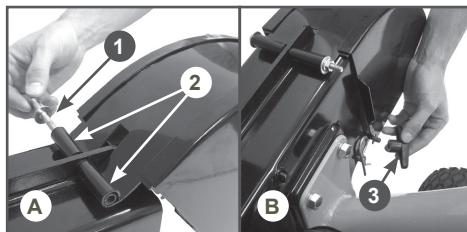

Рис. 3 Установка дефлектора разгрузочной трубы
- Совместите отверстия в разгрузочной трубе и втулках 3 корпуса дефлектора и вставьте в них болт 1 с плоской шайбой до упора (Рис. 3А). Наденьте на свободный конец болта плоскую шайбу и закрутите гайку крепления. После этого, убедитесь, что дефлектор поворачивается без сопротивления.
- Опустите дефлектор вниз до упора и закрепите его барашковыми гайками 3 (Рис. 3В).